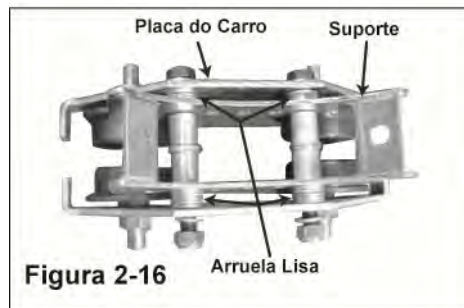

Figura 2-15
- Etapa 1. Posicione o gancho suspenso superior no suporte ao lado da guia do cabo. (Ver Figura 2-15).
- Etapa 2. Instale o parafuso de 1/2-13 x 4 HHCS com duas (2) arruelas de 2 1/2 através o conjunto do gancho superior e o suporte.